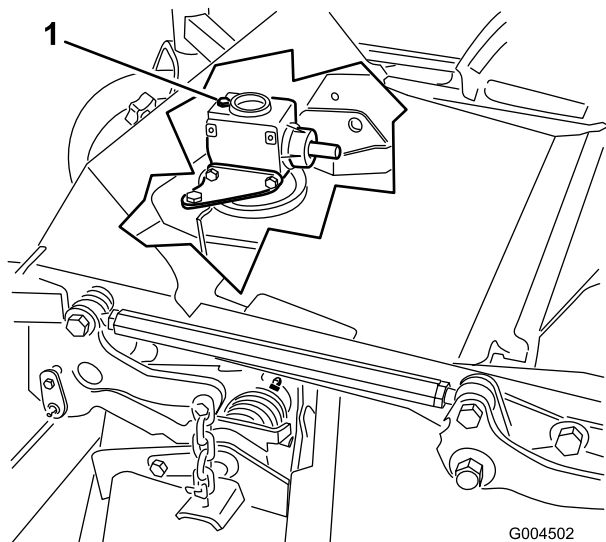

Figura 41
6. Togliete il tappo di riempimento/asta di livello da sopra gli ingranaggi (Figura 41) e verificate che il lubrificante si trovi tra i segni riportati sull'asta.
6. Togliete l'asta di livello/tappo di riempimento da sopra gli ingranaggi (Figura 41).